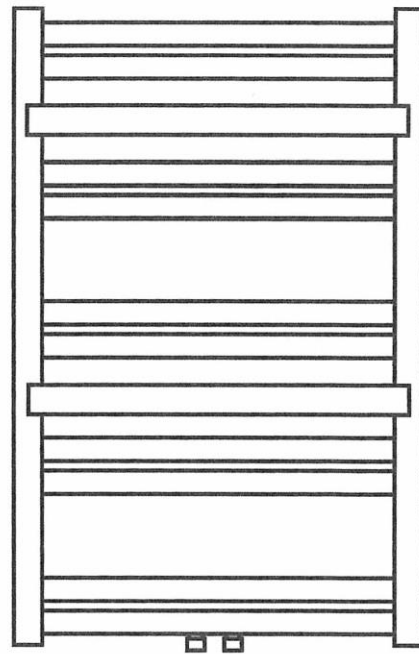

Fig. 6
5. Grzejnik listwowy w szóstej odmianie, pokazany na rysunku Fig. 6 w widoku z przodu, posiada 5 zestawów po 2 szt. listew grzejnych oraz dwa relingi, przy czym są one rozmieszczone – patrząc od góry grzejnika – w następującej kolejności: jeden radiator od góry, jeden reling, dwa radiatory pośrodku, drugi reling i dwa radiatory od dołu grzejnika.